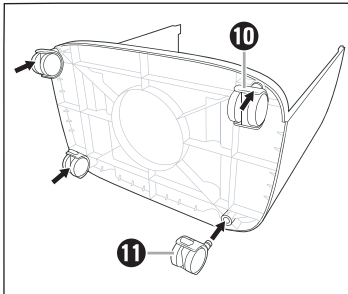

Abb. 1
- ◆ Montieren Sie die Rollen **10** an der Vorderseite und die Rollen mit Feststellhebeln **11** an der Rückseite der Gerätebasis **15**. Drücken Sie die Rollen in die Löcher der Gerätebasis **15**, bis sie hörbar einrasten (siehe Abb. 1).